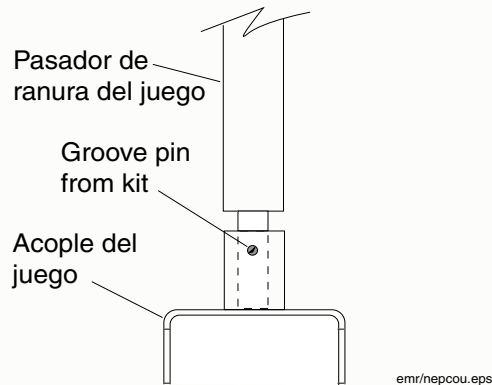

Figura 12. Conexión del acople al eje adaptador del medidor Neptuno
- Con el juego longitudinal entre límites, tome el acople y el pasador de ranura del juego y conecte el acople a la parte inferior del eje de entrada con el pasador, como se muestra en la figura 12.